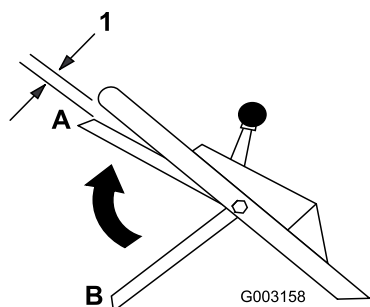

Figura 18
- Levante la barra de control hasta que esté a 2.5 cm (1 pulgada) aproximadamente por debajo del manillar; consulte la posición A en Figura 18.